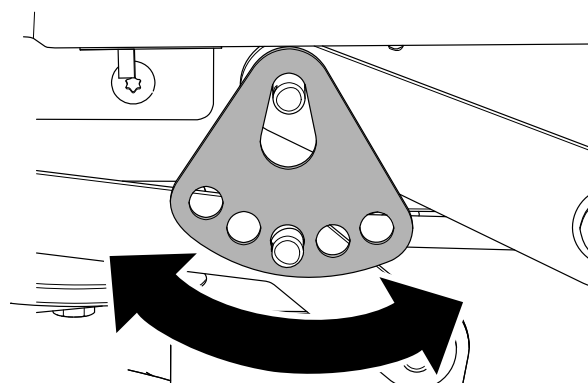

Figura 71
7. Gire la pletina de altura de corte hasta un orificio diferente, de modo que sostenga el peso de la carcasa de corte después de instalar la pletina (**Figura 71**).
8. Instale la arandela y la chaveta (**Figura 71**).